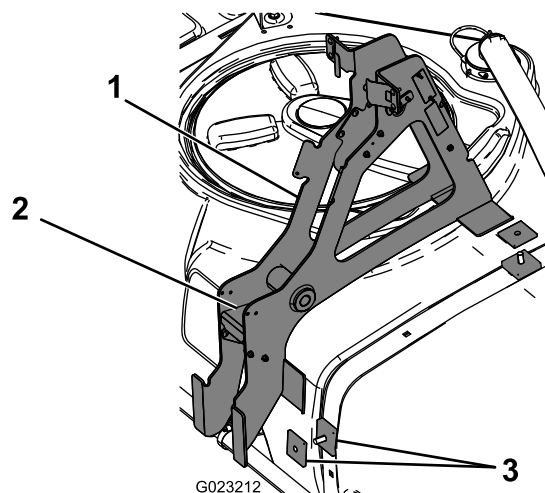

Figura 3
5. Monte los 2 espaciadores cuadrados sobre los pernos de cuello cuadrado instalados anteriormente (Figura 3).
6. Retire y guarde los 4 pernos y tuercas que sujetan la placa de guía al bastidor principal (Figura 3).
7. Instale el bastidor principal sobre los espaciadores cuadrados y los pernos de cuello cuadrado, según se muestra en Figura 3.